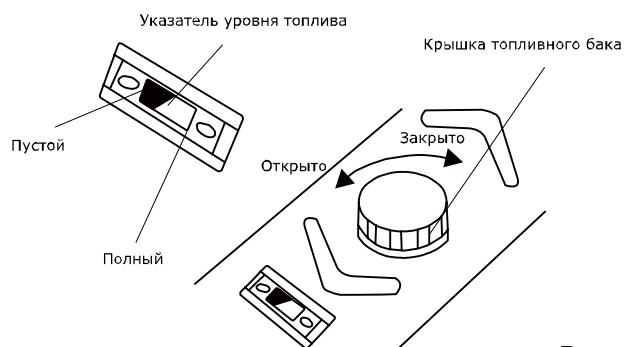
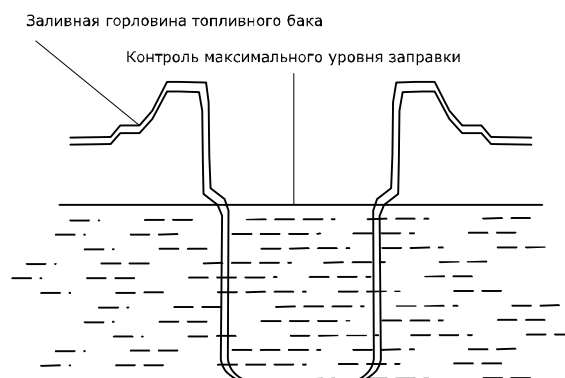

Рис. 8
Рис. 9
Проверьте уровень топлива на указателе уровня топлива (рис. 8). При необходимости долейте в бак чистое свежее топливо. Не используйте топливо, которое хранилось более 3 месяцев. В качестве топлива используйте автомобильный неэтилированный бензин марки АИ-92, АИ-95. **НИКОГДА не используйте этилированный бензин!** Не переполняйте топливный бак, оставляйте место в баке для расширения топлива без вытекания из бака при его нагреве (рис. 9).
- Проверьте уровень топлива (рис. 9). При необходимости долейте чистое свежее топливо.